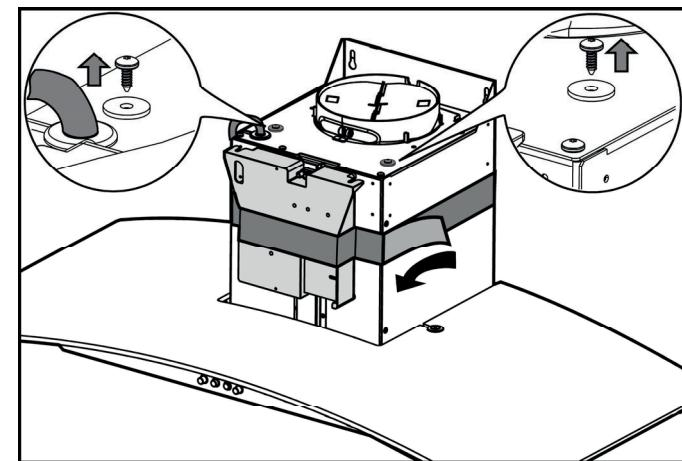

Abbildung 3 (Abbildung nicht vertraglich bindend)
3. Stellen Sie sicher, dass die elektrische Verteilerdose wie in den folgenden Abb. 3, 4 und 5 dargestellt befestigt ist: